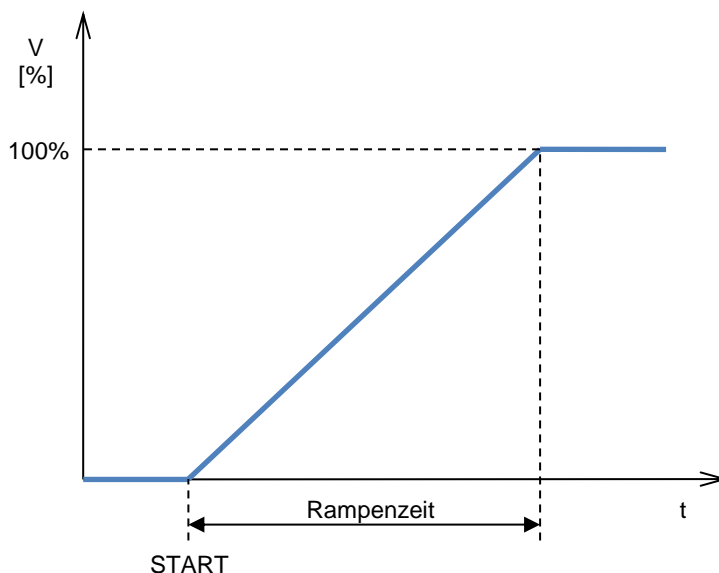

Abb. 3.10.a
Der MEC-100 bietet eine Sanftstart-Funktion, um die Generatorspannung von der Remanenzspannung linear innerhalb eines einstellbaren Zeitintervalls auf den Referenzwert zu steigern. Dazu muss nur ein Parameter eingestellt werden, d.h. die Zeit der Anstiegsrampe der Referenzspannung. Dieser Parameter, dessen Wert zwischen  $0$  und  $3600s$  mit Steigerungsstufe von  $1s$  liegt, stellt die Zeit dar, die der MEC-100 benötigt, um die Referenzspannung vom Restwert auf  $100\%$  des eingestellten Werts (Nennspannung) zu bringen, sobald MEC-100 die entsprechende Freigabe anhand des Kontakts *START* empfängt (siehe Abschn. 3.5.1). In Abb.3.10.a ist das ideale Zeitdiagramm der Referenzspannung während der SANFTSTART-Funktion dargestellt.
*Die Grafik der Abb. 3.10.a bezieht sich auf die Idealkurve, die der Kartenprozessor dem Referenzwert verleiht, um  $100\%$  des eingegebenen Werts zu erreichen. Unter realen Bedingungen und bei voller Drehzahl startet die Generatorspannung selbstverständlich nicht bei  $0Vac$ , sondern von der vorhandenen Restspannung der Maschinen. Von  $0 rpm$  ausgehend ist die Spannungs-Anstiegsrampe zum Erreichen der Nenndrehzahl möglicherweise nicht perfekt linear, sondern weist bei niedrigen Frequenzen und Spannungen einen leichten Overshoot auf (der jedoch innerhalb vernachlässigbarer Grenzen bleibt).*